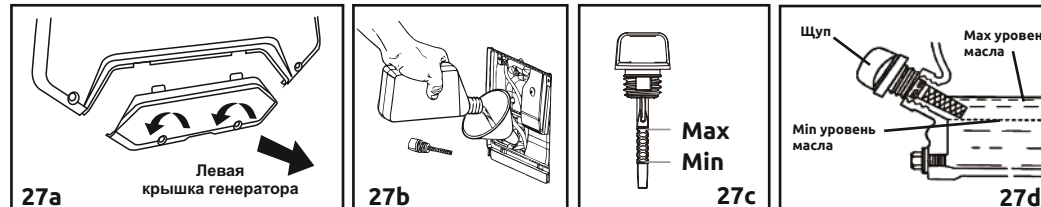

Рисунок 27 - Уровень масла
- Откройте панель для доступа к узлам двигателя (рис. 27а).
- Закройте панель (рис. 27а).